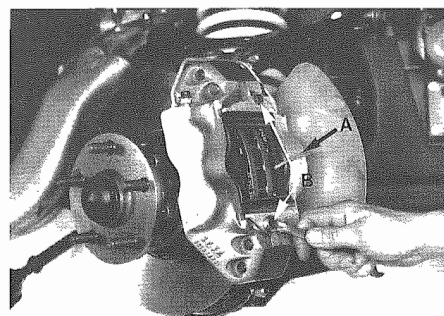
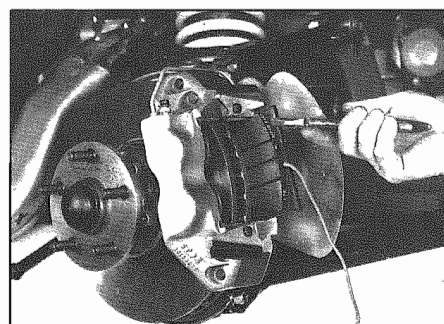

Fig. 4 - A - Pastiglie
Fig. 5 - Estrazione delle pastiglie
- Staccare il cavetto segnalazione usura pastiglie A (**Fig. 4**).
- Allentare le due lamelle di ritegno B (**Fig. 4**) ed estrarre le pastiglie (**Fig. 5**).
- Detach pad wear indicator cable A (**Fig. 4**).
- Loosen retaining bands B (**Fig. 4**) and take out the pads (**Fig. 5**).